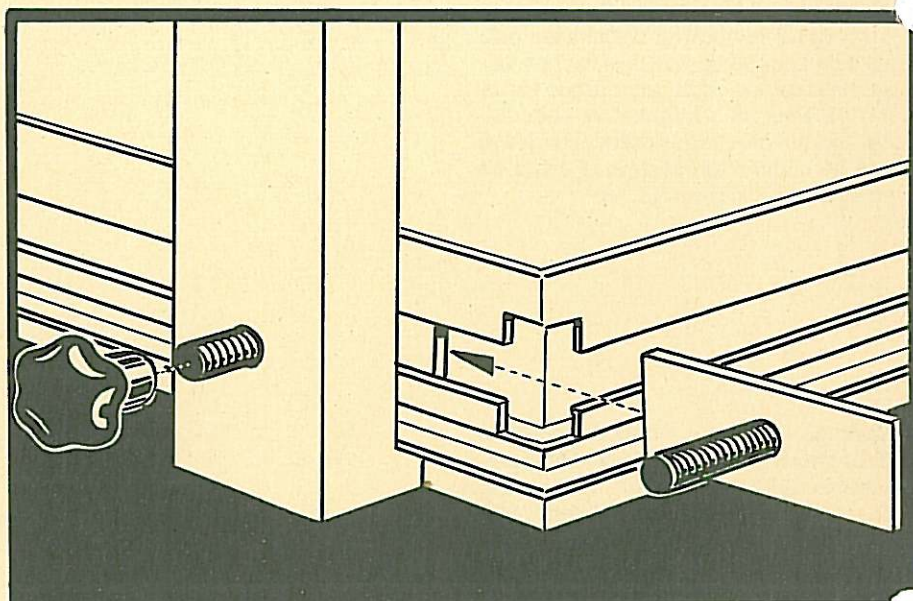

Bild Nr. 10 / Picture No. 10 / Illustration No. 10
**Treppenmontage:** 2 Stück Gewindeschlitten 19200 (M 6 x 20) in die Führung des Elementrahmens einschieben. Aufgangstreppe mit Aufsteckrohren zwischen die Gewindeschlitten stellen und mit den Befestigungswinkeln und Kunststoff-Handrädern 19220 (M 6) fest verschrauben. Bei Verwendung von Blenden werden Gewindeschlitten M 6 x 30 benutzt. (Bild Nr. 10)